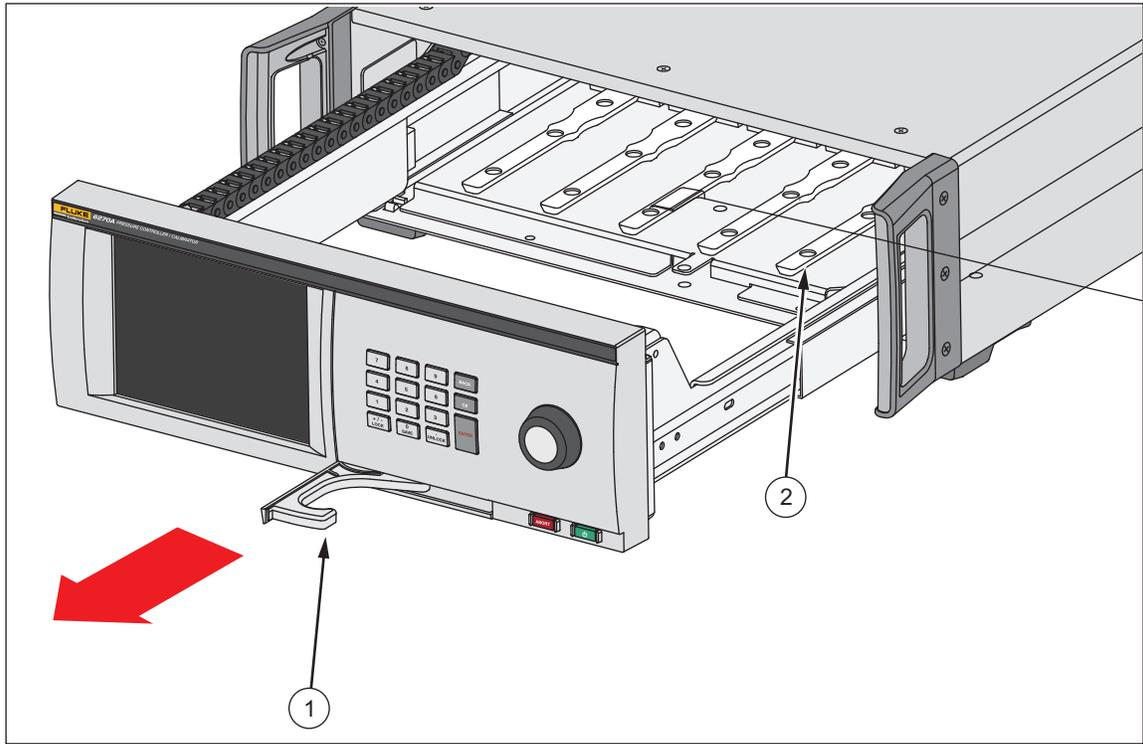
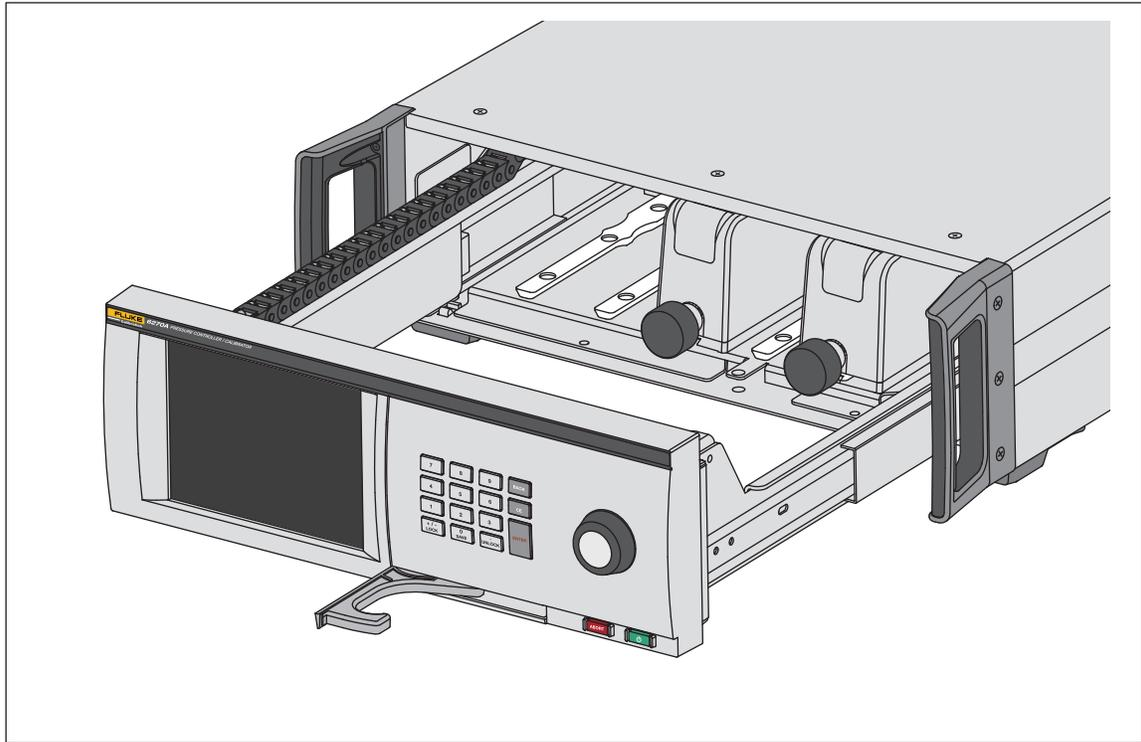

图 2. 模块托架
图 3. PMM 安装
要检修模块托架，请参见图 2：
5. PMM 的底部有一个插槽，产品内壳底部的轨道卡入该插槽，请参见图 2 (②)。将轨道和插槽对齐，然后将 PMM 滑入底座直至停止。请参阅图 3。